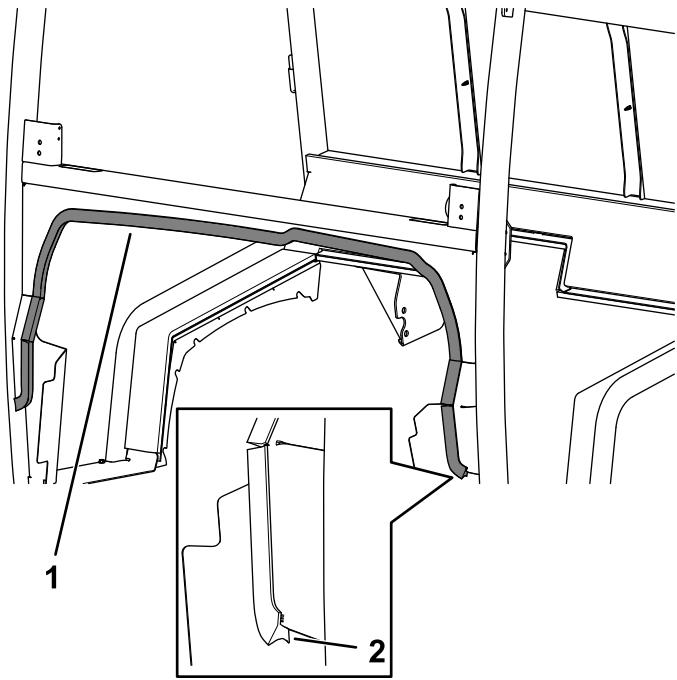

Figura 30
4. Montate la guarnizione inferiore del cruscotto sulla cabina (Figura 30).
Accertatevi di montare la guarnizione con il labbro più lungo sul davanti (Figura 30).